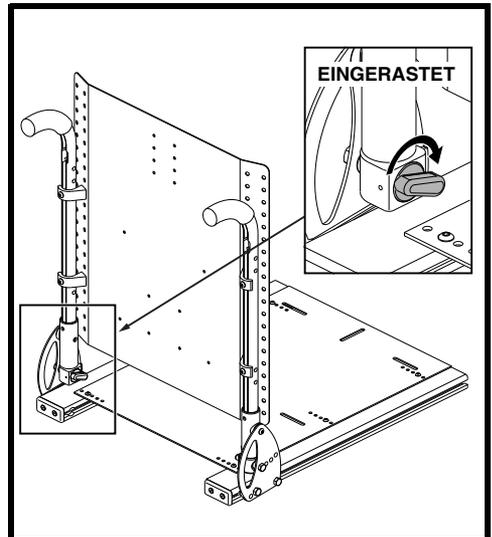

Abbildung 10. Kippbare Haltegriffstangen (eingearastet)
2. Klappen Sie den Entriegelungshebel an beiden Haltegriffstangen zum vorderen Ende des Sitzes hin um, um die Haltegriffstangen einrasten zu lassen. **Siehe Abbildung 10.** Stellen Sie sicher, dass auf dem Entriegelungshebel kein roter Aufkleber zu sehen ist.